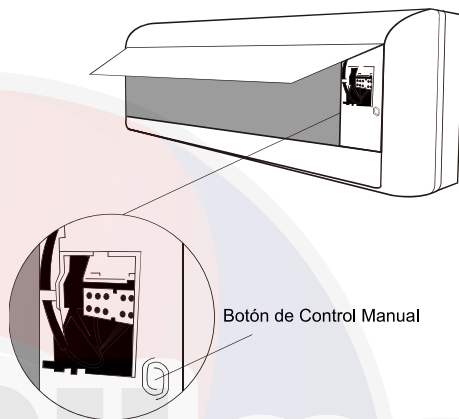

Fig. 8.1
- El botón de CONTROL REMOTO está ubicado en el lado derecho de la unidad. Presione 2 veces para elegir la función ENFRIAR (COOL). Vea Fig. 8.1.